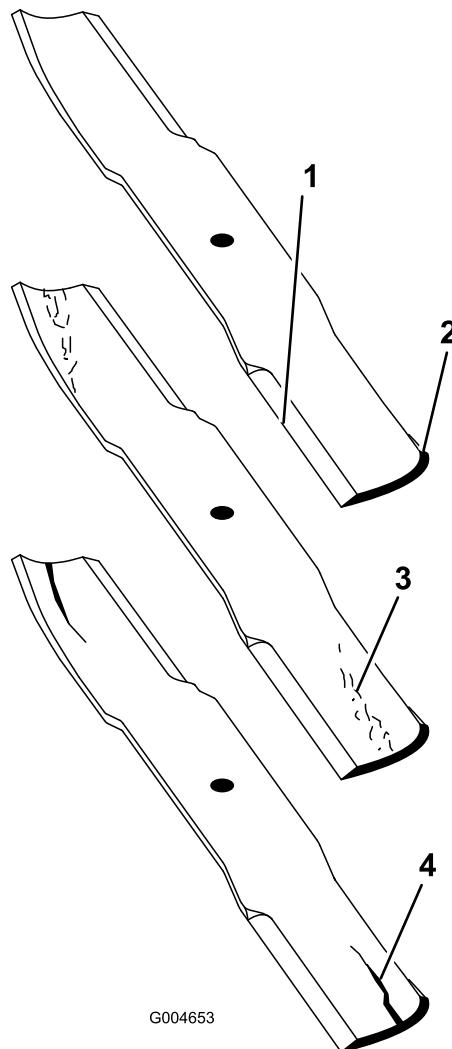

図 69
1. 刃先の部分を点検する（図 69）。
2. ブレードを点検、特に立ち上がりの湾曲部（図 69）をていねいに点検する。
- 注** 破損、磨耗、割れの発生などがあれば（図 69）、直ちに新しいブレードに交換する。